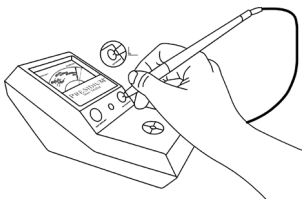

Рис. 1.5
- Прижмите наконечник щупа к диску-имитатору алмаза, который расположен справа от индикаторной лампочки (**Рис. 1.5**). Приложите достаточных усилий, чтобы выступающий наконечник полностью вошел внутрь корпуса щупа-ручки. Как только это произойдет, стрелка начнет двигаться и максимально отклонится в зеленом секторе приборной панели через 2-3 секунды.